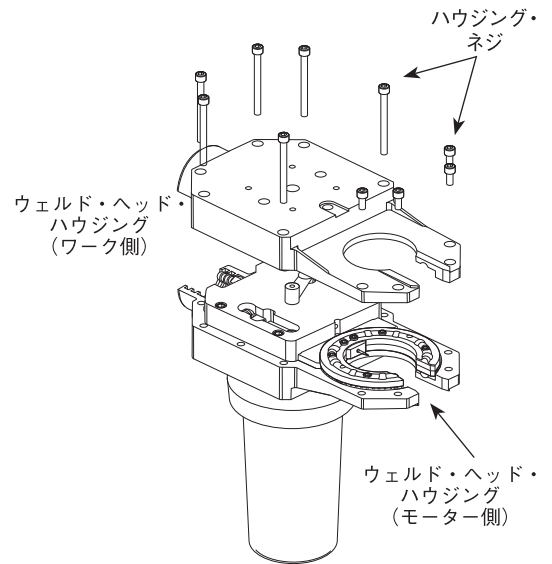

図 26：ワーク側ウェルド・ヘッド・ハウジングを取り外す
5. ハウジングからウェルド・ヘッド・ハウジング・ネジを取り外します。軽く揺り動かすようにして、ワーク側ウェルド・ヘッド・ハウジングをモーター側ハウジングから外します。図 26 をご参照ください。